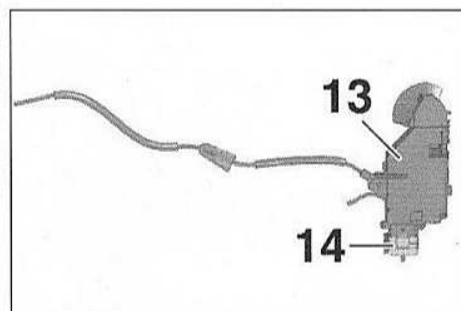

FIG.94
- Extraire la serrure de porte (13) (Fig.94).
- Débrancher le connecteur (14).
- Déposer la serrure de porte (13).